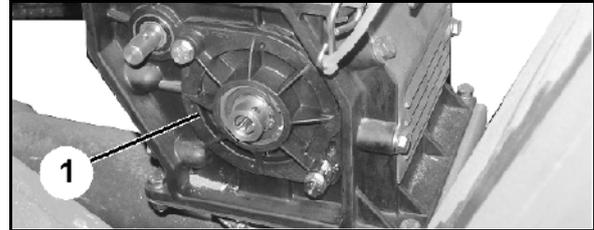

Fig. 98
7. Schließen Sie den Gehäusedeckel (Fig. 98/1).